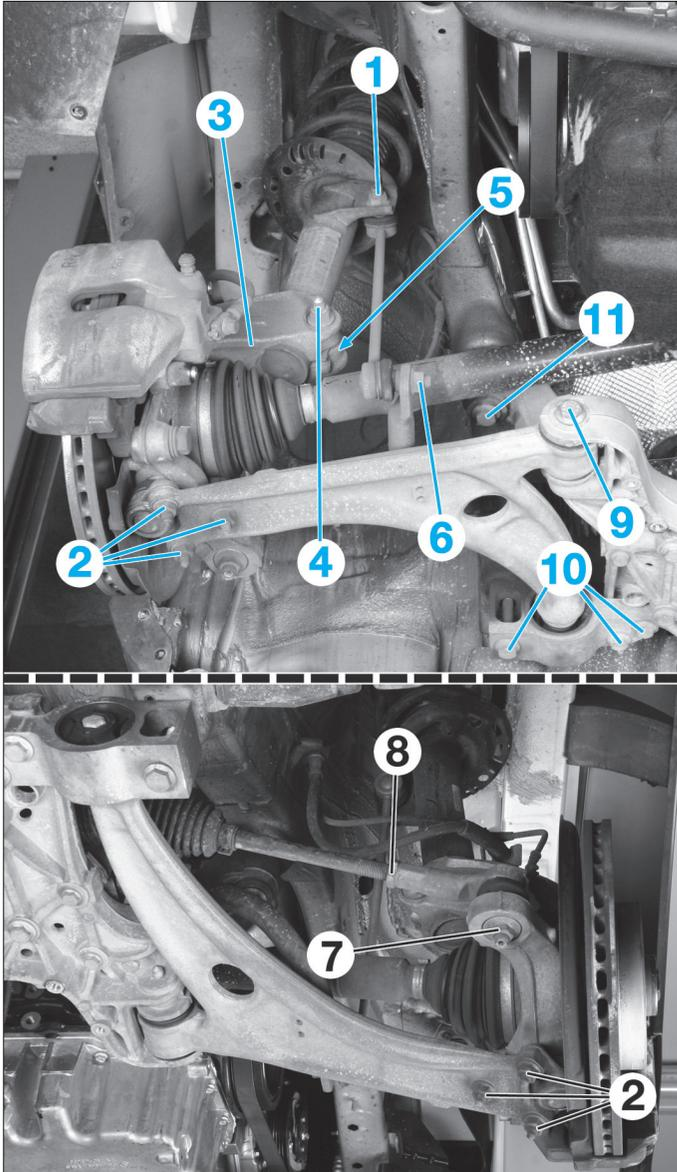

Fig. 5
- Dévisser l'écrou de la biellette (1) de la barre stabilisatrice sur l'élément de suspension (Fig.5).
- Desserrer les écrous (2) de la rotule inférieure sur le triangle inférieur.
• Déposer les écrous (2) de la rotule du triangle inférieur (Fig.5).